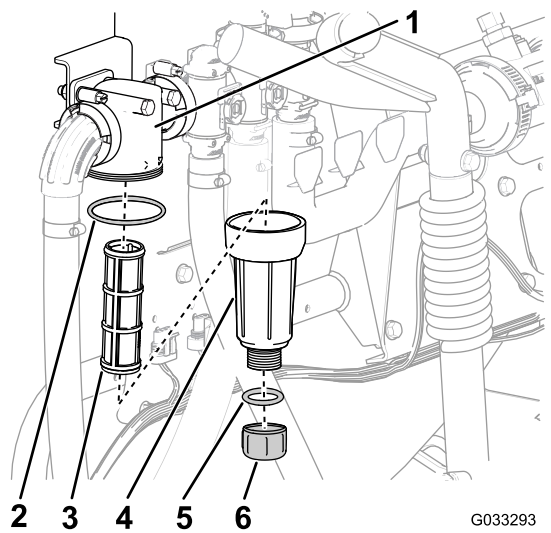

Figura 15
2. Coloque un recipiente de drenaje debajo del filtro de presión (Figura 15).
3. Gire el tapón de vaciado en sentido antihorario y retírelo de la cubeta del filtro de presión (Figura 15).
4. Enrosque la cubeta en sentido antihorario y retire la cabeza del filtro (Figura 15).
5. Retire el elemento del filtro de presión (Figura 15).
7. Inspeccione la junta del tapón de vaciado (situada dentro de la cubeta) y la junta de la cubeta (situada dentro de la cabeza del filtro) en busca de daños o desgaste (Figura 15).
8. Instale el elemento del filtro de presión en la cabeza del filtro (Figura 15).
9. Instale la cubeta en la cabeza del filtro, y apriétela a mano (Figura 15).
10. Coloque el tapón de vaciado en el acoplamiento inferior de la cubeta, y apriete el tapón a mano (Figura 15).